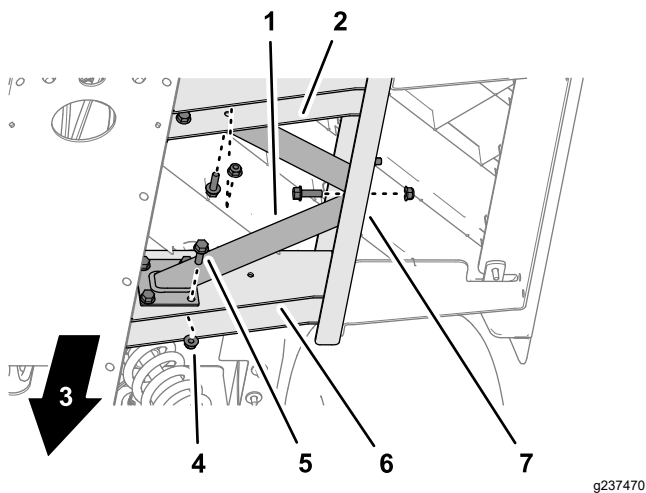

Figura 19
1. Alinee los taladros del tirante de suelo con los taladros que perforó en los perfiles laterales y de suelo (Figura 19).
2. Conecte el tirante de suelo a los perfiles laterales y de suelo con 10 pernos con arandela prensada ($\frac{5}{16}$ " x 1") y 10 tuercas con arandela prensada ($\frac{5}{16}$ "), como se muestra en la Figura 19.